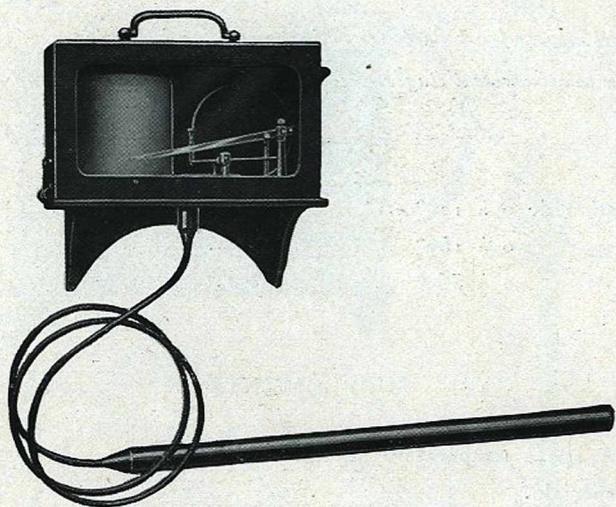

Fig. 265
*ENREGISTREUR* (fig. 265). Prix.. .. Frs.